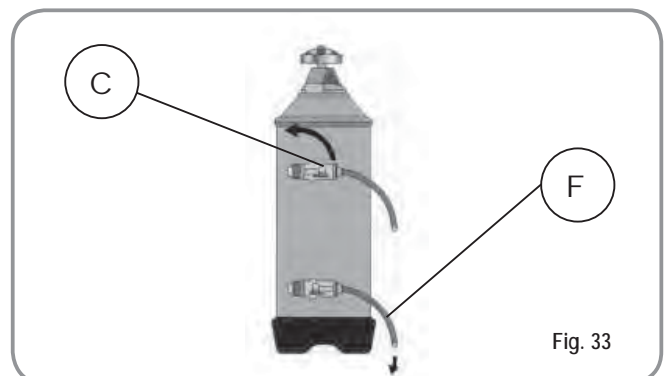

Fig. 33
2) Rimettere il tappo e riposizionare la leva C verso sinistra (Fig. 33), lasciando scaricare l'acqua salata dal tubo F finchè non ritorni dolce (circa 1/2 ora).